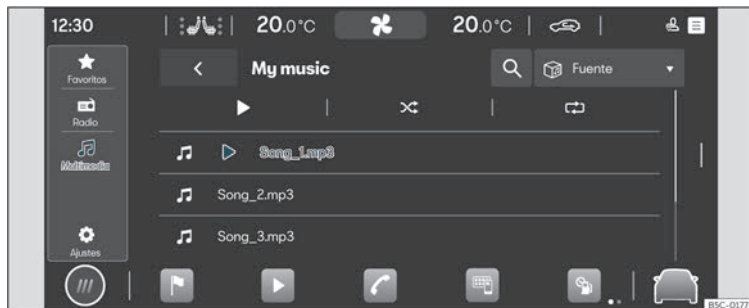

Fig. 147 Representación esquemática: Vista Multimedia
- Prema **HOME** > ► > >>> **fig. 147**.